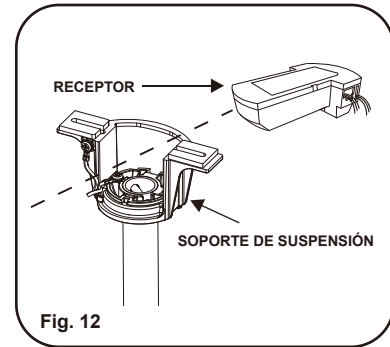

Fig. 12
Paso 1: Introduzca el receptor en el soporte colgante, con la cara plana del receptor orientada hacia el techo. (Fig.12)